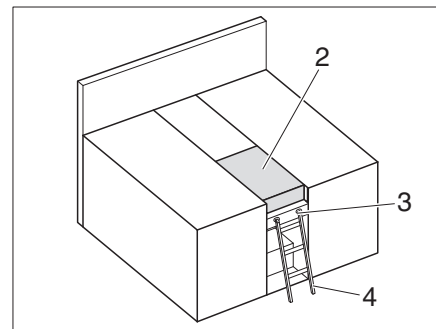

Fig. 173 Letto doppio
- Collocare il cuscino aggiuntivo (Fig. 173,2).
Per salire sul letto superiore utilizzare sempre la scaletta di accesso (Fig. 173,4) montata di serie.
- Agganciare la scaletta di accesso (Fig. 173,4) con i longheroni nell'apposito supporto (Fig. 173,3) al diaframma.